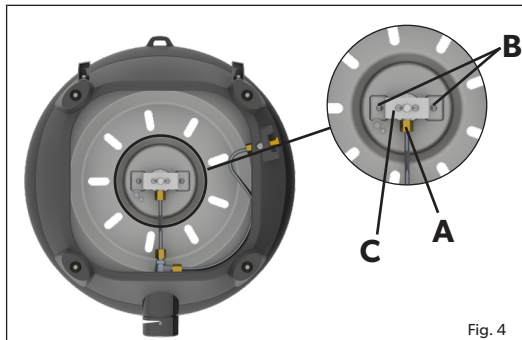
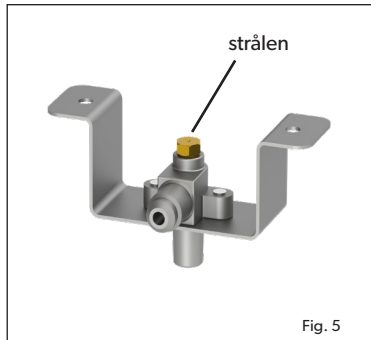

Fig. 4
Fig. 5
- Vi anbefaler at rense eller udskifte dysen hver sjette (6) måned for at sikre fortsat effektiv drift af dit apparat.
- For at fjerne strålen skal du fjerne alle løse overflader fra dit apparat og vende baseenheden på hovedet. Brug en passende skruenøgle til at løsne møtrikken (A) (fig. 4). Skru de 2 skruer (B) af (fig. 4). Fjern beslaget (C) for at blottlægge strålen. (Fig. 5). Fjern dysen med en passende skruenøgle. Brug ikke en tang på strålen, da dette kan beskadige strålen, hvilket gør den ubrugelig eller umulig at fjerne. Skru den nye stråle ind i ventilen. Spænd ikke for meget, da dette kan beskadige strålen.